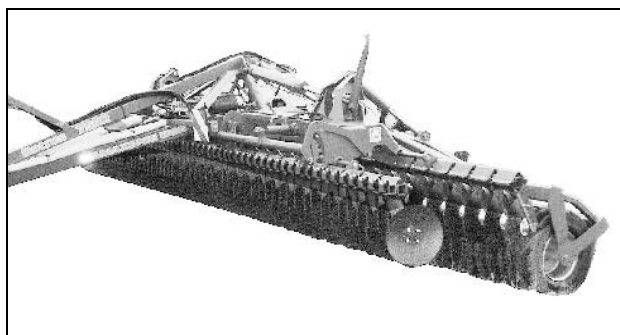

Fig. 40
- Begge tallerkenrækker hæves komplet (Fig. 40).